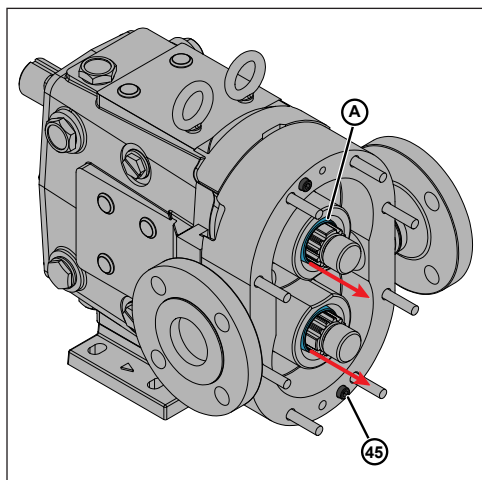

Figure 121 - Pose de la vis à tête
4. Fixez le corps de pompe au carter d'engrenages à l'aide de deux vis à tête (45).
5. Retirez les deux mandrins (A) du corps de pompe, comme illustré à la figure 121.